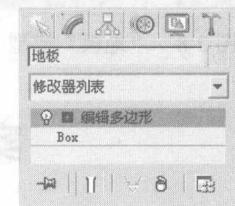

图 2-4 添加“编辑多边形”修改器
**6** 在“修改”面板的“修改器列表”下拉列表框中选择“编辑多边形”选项，这时将为当前选择对象添加了此项修改器，同时堆栈栏中将会出现“编辑多边形”选项，如图 2-4 所示。